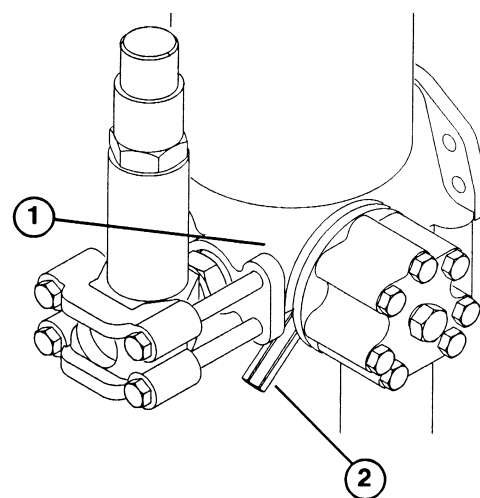

Fig. 10
6. Aprire la valvola di spurgo, sulla valvola principale sul retro della macchina (Fig. 10), sotto il cofano. Spurgare l'impianto fin quando dal foro esce un regolare flusso d'acqua, quindi chiudere la valvola.